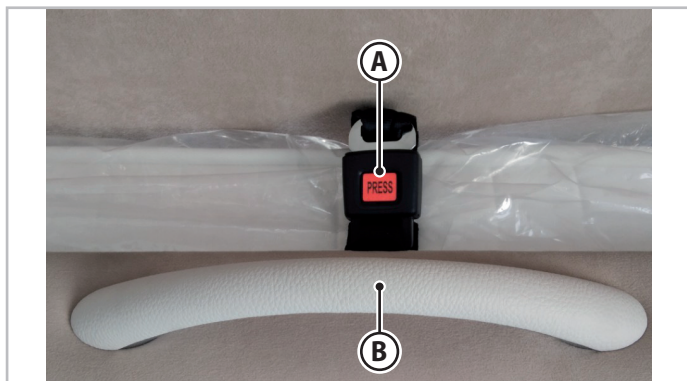

Fig. 6.14 - Sænkeseng foran
1. Lås sikkerhedsanordningen (**A** - Fig.6.14) op.
2. Tryk på det relevante håndtag (**B** - Fig.6.14) og bring sengen til slutningen af vandringen.
1. Tryk på det relevante håndtag (**B** - Fig.6.14) og bring sengen til slutningen af vandringen.
2. Fastspænd sengen igen ved hjælp af sikkerhedsanordningen (**A** - Fig.6.14).